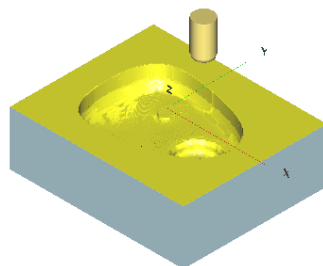

图 3-141 仿真模拟结果 (1)
7) 仿真模拟。单击“加工向导”工具栏上的“高级仿真”按钮 ，弹出“高级仿真”对话框，选中所创建的加工，单击确定按钮 ；在弹出的“Cimatron's Verifier”对话框中验证加工效果，如图 3-141 所示。